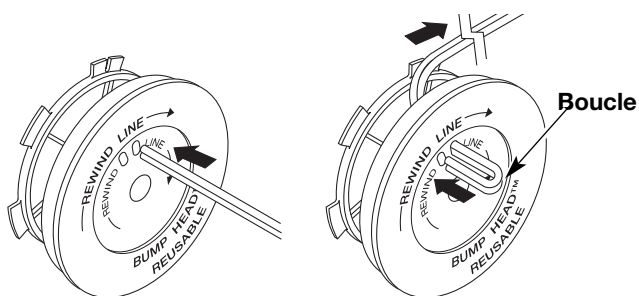

Fig. 21
- Découpez environ 3 m (10 pi) de fil neuf. Insérez une extrémité de fil dans l'un des deux trous du moulinet intérieur (Fig. 21). Tirez le fil jusqu'à ne laisser que 10 cm (4 po) environ.
- Insérez l'extrémité du fil dans le trou ouvert du moulinet et tirez sur le fil pour que la boucle soit le plus petit possible (Fig. 21).